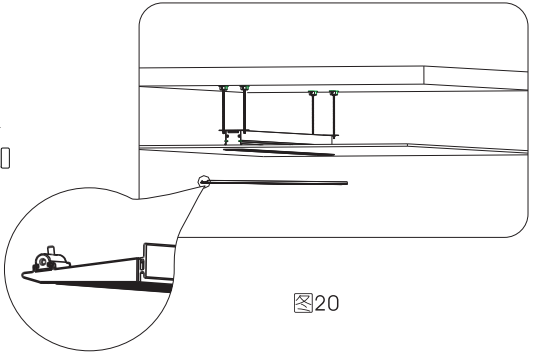

图20
- 1) 安装前确保其锁扣件是在解锁状态的, 如图20、22所示。